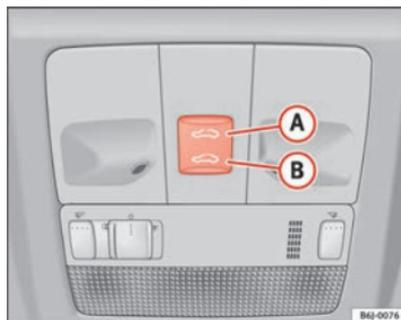

Fig. 54 Techo panorámico / deflector
- Pulse y mantenga pulsado el botón **(B)** ⇒ fig. 54 ⇒ , el techo realiza el movimiento de cerrado hasta que se suelta el botón.